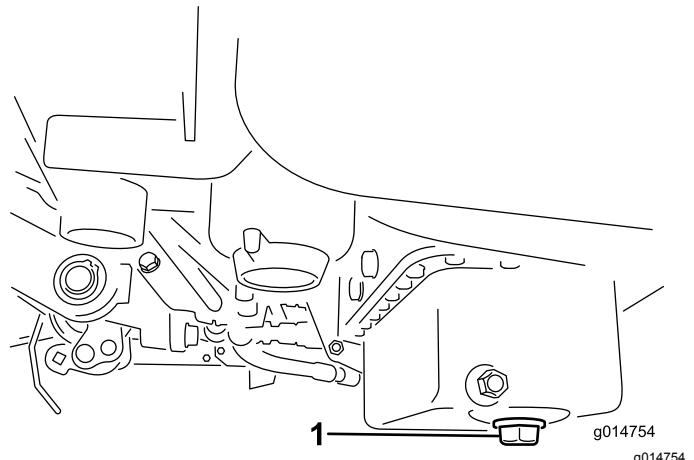

Figure 26
1. Retirez le bouchon de vidange et laissez couler l'huile dans un bac de vidange. Remettez le bouchon quand la vidange est terminée (Figure 26).